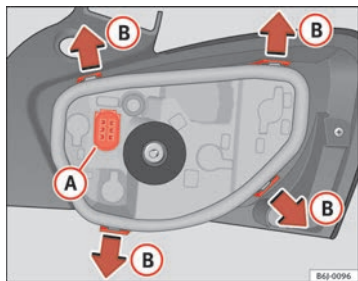

Abb. 145 Glühlampenersatz Rückleuchten
- Nehmen Sie die Lampenfassung aus dem Gehäuse heraus. Drücken Sie dazu die Laschen **(B)** in Richtung der Pfeile ⇒ Abb. 145.